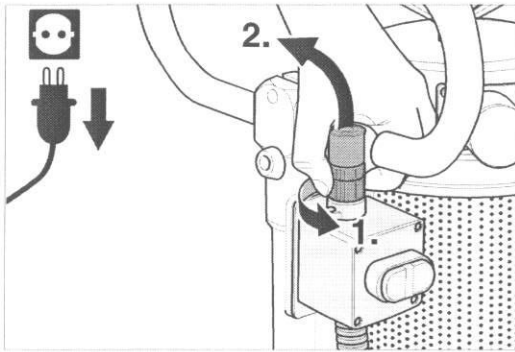

Fig. 18 Desserrez la bague filetée et dégagez la fiche du câble.
- 3 Desserrez la fiche de câble du détecteur de commutation de pression sur l'interrupteur Marche/Arrêt en tournant la bague filetée et enlevez la fiche (fig. 18).